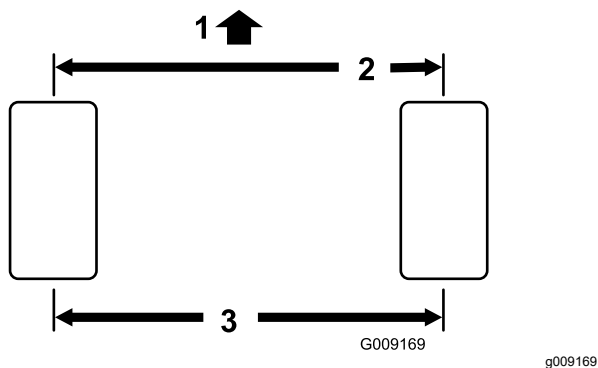

Figura 72
2. Mida la distancia entre centros (a la altura del eje) en la parte delantera y trasera de los neumáticos de dirección (Figura 72).